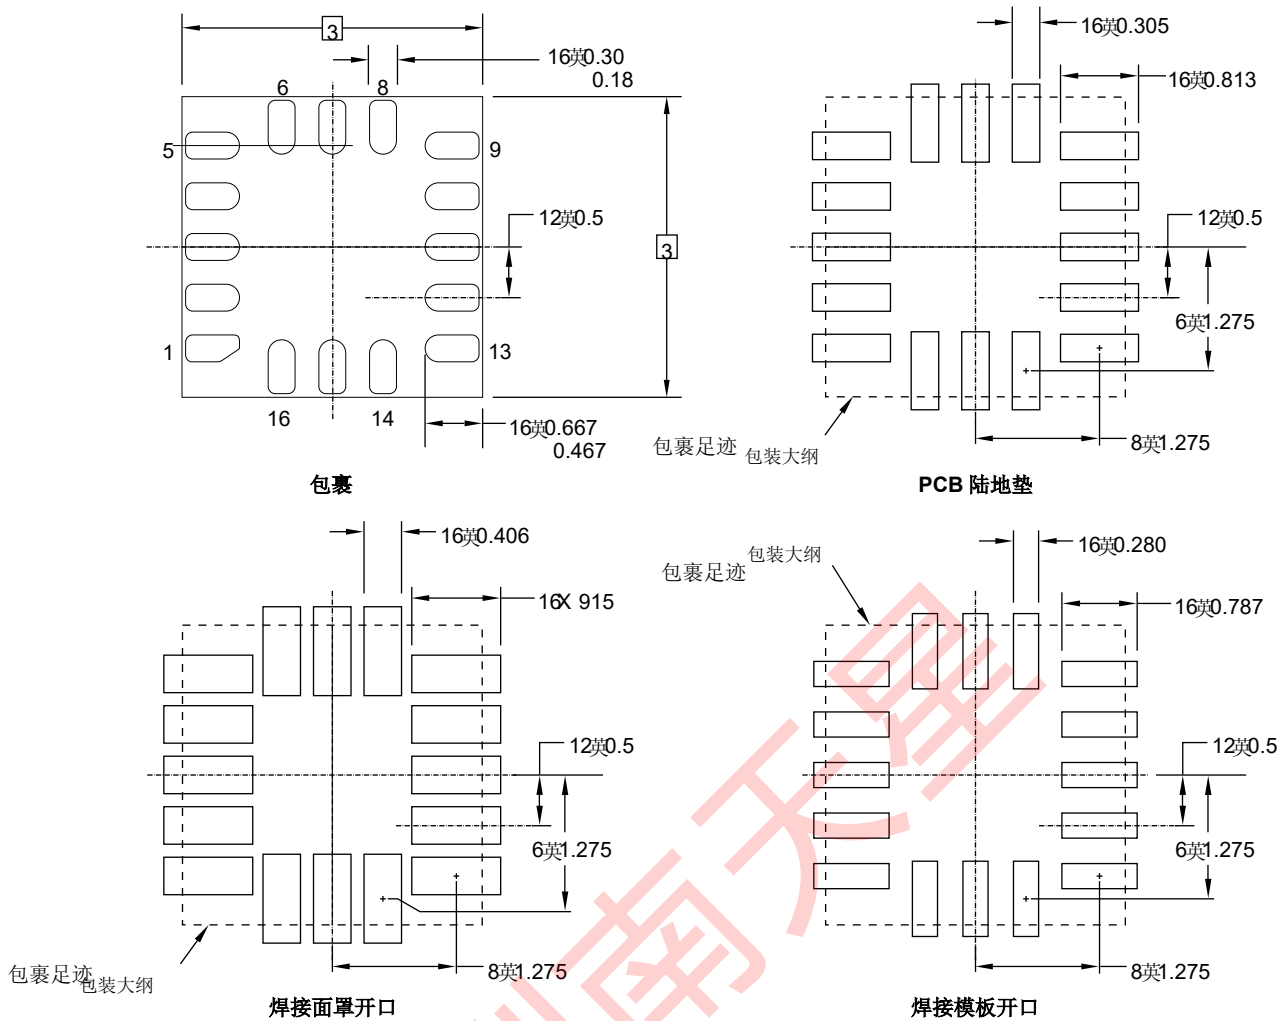

图 14. 足迹
以下建议是有效 PCB 布局的指南。看见 图 14 对于足迹尺寸。
1. 不要在包装下焊接裸露垫 (EP)，以尽量减少板安装应力对产品性能的影响。
2. 焊罩不应覆盖任何 PCB 着陆垫，如图所示 图 14。